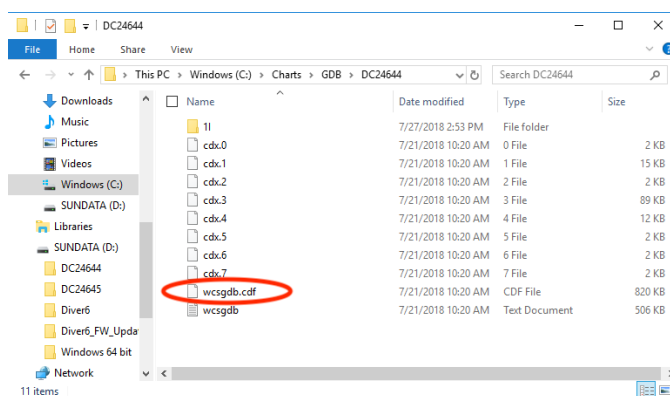

Figura 77: Archivo de índice de gráfico
7. La Figura 77 es un ejemplo de la ".CDF". Este archivo es el archivo de índice necesario para que los gráficos S-63 se carguen en el tile server.
8. Haga clic en Aceptar (Figura 77) cuando haya terminado.